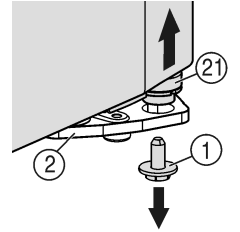
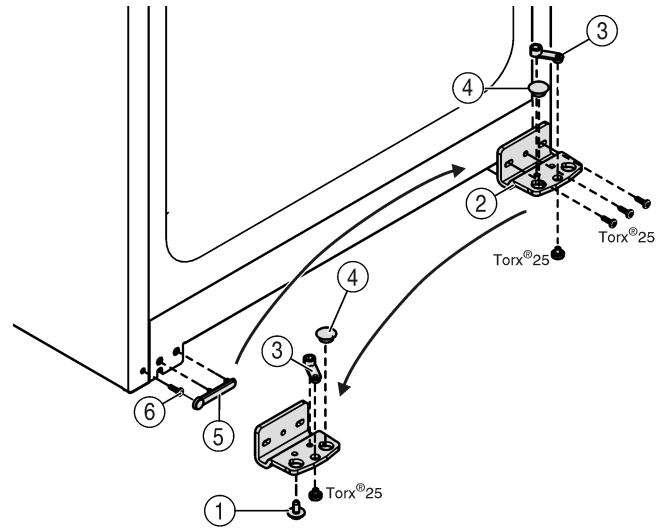

Fig. 5
Fig. 6
- ▶ Kierrä alhaalla oikealla olevan laakerinkannattimen varmistusruuvi Fig. 5 (1) irti.
- ▶ Laakeritappi Fig. 5 (21) irtoaa laakerinkannattimesta Fig. 6 (2).
- ▶ Jos laakeritappi Fig. 5 (21) ei irtoa, paina tappi ulos alapuolelta.
- ▶ Laakerinkannatin Fig. 6 (2) ruuvataan irti.
- ▶ Saranaosa Fig. 6 (3) ruuvataan irti ja asetetaan vastakkaisella puolella laakerinkannattimen reikään sekä ruuvataan taas kiinni.
- ▶ Ota tulppa Fig. 6 (4) pois laakerinkannattimesta ja vaihda se vastakkaisella puolella olevaan laakerinkannattimen reikään.
- ▶ Irrota kädensijan puoleinen suojus Fig. 6 (5) varovasti.
- ▶ Kierrä ruuvi Fig. 6 (6) irti ja kiinnitä se uudelleen vastakkaiselle puolelle.
- ▶ Aseta suojus Fig. 6 (5) taas paikalleen.
- ▶ Ruuvaa uudella saranapuolella oleva laakerinkannatin Fig. 6 (2) kiinni (4 Nm:n) tarvittaessa akkuruuvinväännintä apuna käyttäen.
- ▶ Ruuvaa varmistinruuvi Fig. 5 (1) alhaalta laakeritappiin kiinni ja kiristä (4 Nm:n tiukkuuteen).